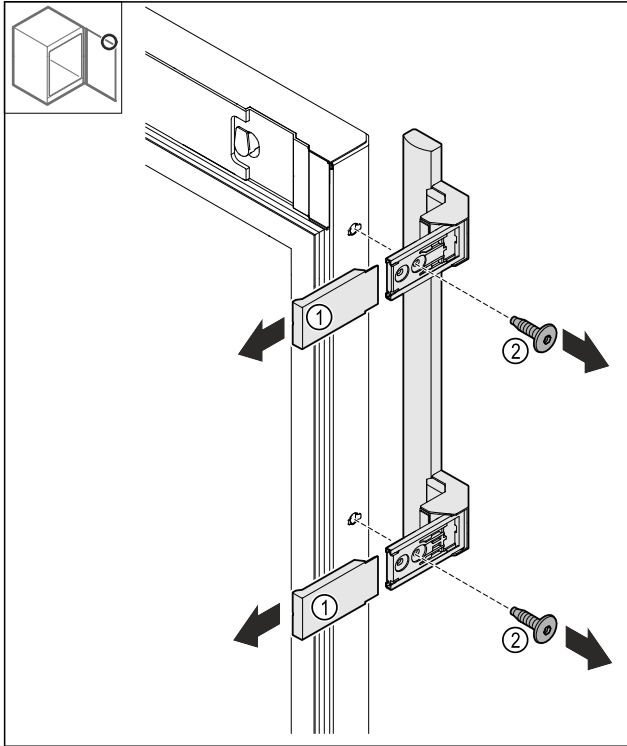

Fig. 21
- Abdeckungen Fig. 21 (1) abziehen.
- Schrauben Fig. 21 (2) lösen.